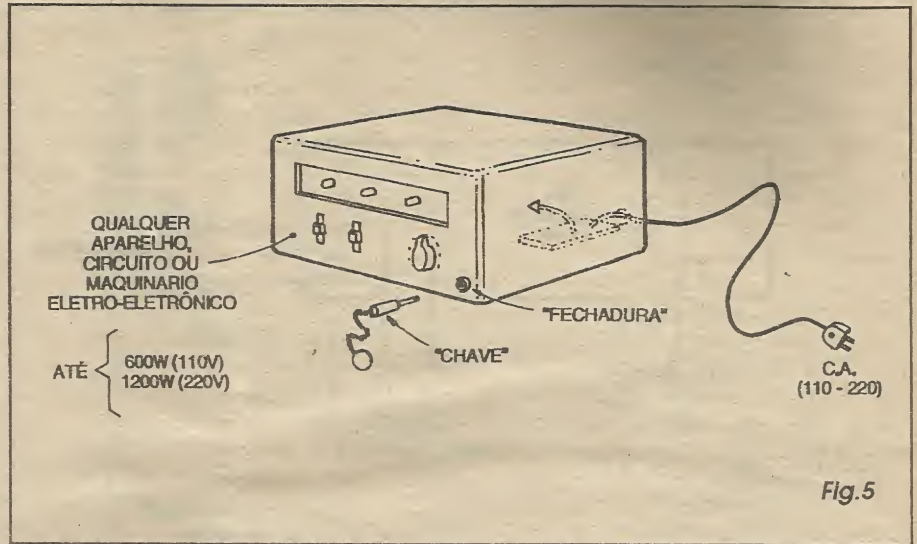

Fig. 5
- FIG. 5 - UMA POSSIBILIDADE PRÁTICA DE UTILIZAÇÃO DO SEL... - Se, por exemplo, o caro leitor/hobbysta pretender restringir o uso de determinado aparelho eletro-eletrônico, de maneira que ninguém mais possa acionar (ligar-desligar) o dito aparelho, a figura dá uma boa ideia geral de como isso pode ser conseguido com o SEL... Basta enfiar a plaquinha à SO EU LIGO lá dentro do
O SENSOR DE SEGURANÇA CONTRA INCÊNDIO, mostrado em APE 64, é um projeto que venho procurando há muito tempo (inclusive já fiz algumas tentativas, de minha própria invenção, mas nenhuma com resultados totalmente positivos...). Realizei a montagem, experimentalmente (antes de partir para a versão definitiva...) e comprovei o funcionamento, porém com alguns probleminhas que agora relato, na esperança de que vocês possam me auxiliar a resolvê-los... Estou mandando um desenho de como acomodei os diodos sensores numa calha metálica, para recolher e sentir o calor... Depois de cuidadosamente calibrado, o circuito realmente funcionou, mas estou achando que a sensibilidade ficou muito reduzida, já que necessita de certa proximidade da fonte de calor, para as aplicações que pretendo, haveria a necessidade do circuito realmente perceber o calor numa distância maior, e mais rapidamente, o que não está ocorrendo no meu protótipo... Não consegui obter aquela parábola refletora indicada no artigo (fig. 5, pág. 7, APE 64)... Será que se o refletor/concentrador de calor não for exatamente conforme descrito, o SESCOI não funcionará...? Além disso, haverá alguma maneira de tornar maior a própria sensibilidade do circuito...? Agradeço por qualquer auxílio que possam me dar, através do **CORREIO** (eu espero...) - Noemir C. de Souza - Recife - PE